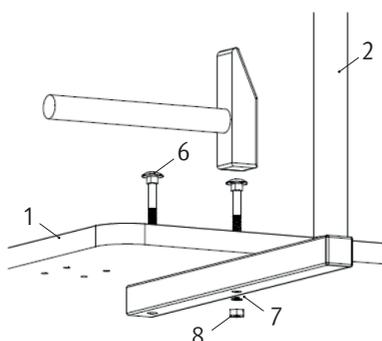

Abb. 3: Montage des Bügels
Befestigen Sie als nächstes den Bügel (2) an der Bodenplatte (1) (Abb. 3).